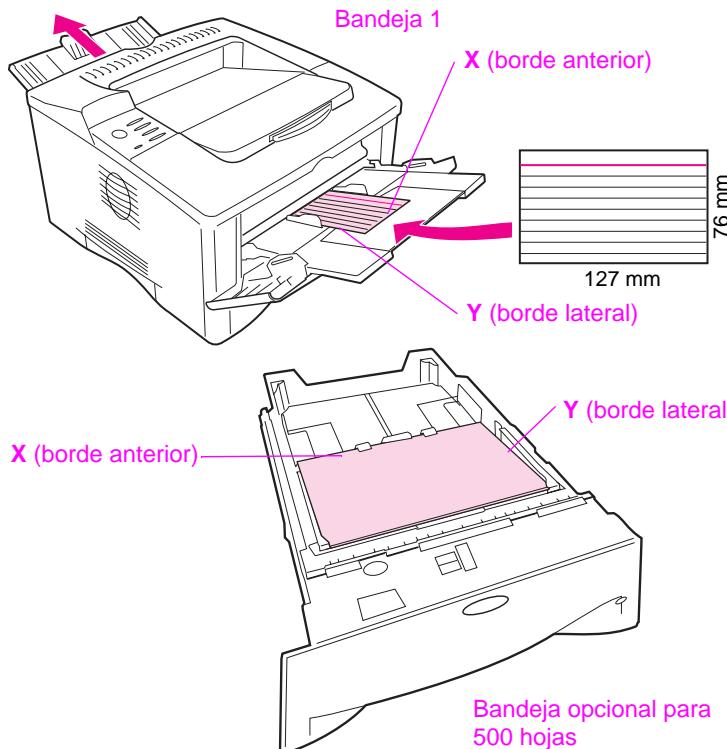

Figura 18 Impresión en papel de tamaño especial
- 3** En el menú Impresión, establezca la dimensión X (es decir, el borde anterior del papel) tal como se ilustra en la figura 18; X puede oscilar entre 76 y 312 mm para la bandeja 1, o entre 148 y 297 mm para la bandeja opcional para 500 hojas. Establezca la dimensión Y (es decir, el borde lateral del papel) tal como se ilustra en la figura 18; Y puede oscilar entre 127 y 470 mm para la bandeja 1, o entre 210 y 432 mm para la bandeja opcional para 500 hojas.